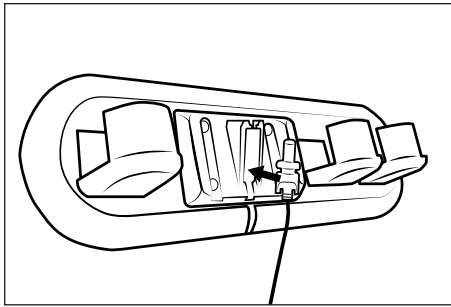

Fig. 4
- 1) Tag vægholderen **18** ud af tilbehørsholderen **17**. Sæt hulstikket **11** til netadapteren **10** ind i vægholderen **18** som vist på det efterfølgende billede. Fastgør hulstikket **11** ved at dreje det (se fig. 4).